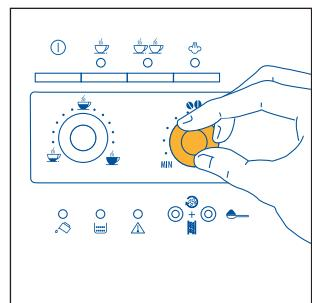
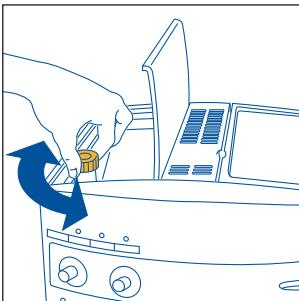

Fig.7
Fig.17
- 2) Regule el mando derecho (fig.7) para configurar el gusto deseado del café. Cuanto más lo gire hacia la derecha, mayor será la cantidad de granos de café que la máquina molerá y, por consiguiente, el gusto del café será más fuerte. La primera vez que se use la cafetera habrá que hacer varios cafés hasta encontrar la posición correcta del mando. Procure no girar totalmente hacia la derecha el mando porque el café podría salir muy lentamente (a gotas), especialmente cuando se desean servir dos tazas de café.
NOTA 1: : si el café sale en gotas o no sale ,hay que girar el regulador del molido (fig. 17) una posición hacia la derecha (véase § 6). Proceda moviéndolo a una posición por vez hasta obtener una erogación satisfactoria.
NOTA 2: si el café sale muy rápido y la crema no le satisface ,gire un poco el regulador derecho (fig. 7) hacia la derecha Haga varios cafés para determinar la posición correcta del regulador: No gire mucho hacia la derecha porque el café podría salir muy lentamente (a gotas), especialmente cuando se desean hacer dos tazas de café. Si después de algunos cafés no obtiene una crema que le satisface, gire también el regulador del molido (fig.17) una posición hacia la izquierda (véase § 6).
Para resolver este inconveniente es necesario regular el molido del molinillo girando el regulador (fig. 17) una posición hacia la izquierda (tal como descrito en el cap. 6).
De todas maneras, después de haber hecho los primeros cafés, si la erogación fuera muy rápida o muy lenta (a gotas) es necesario corregirla con el regulador del grado de molido (fig. 17). Girando el regulador una posición hacia la derecha (igual a una cifra), el café sale más rápidamente (sin gotas).